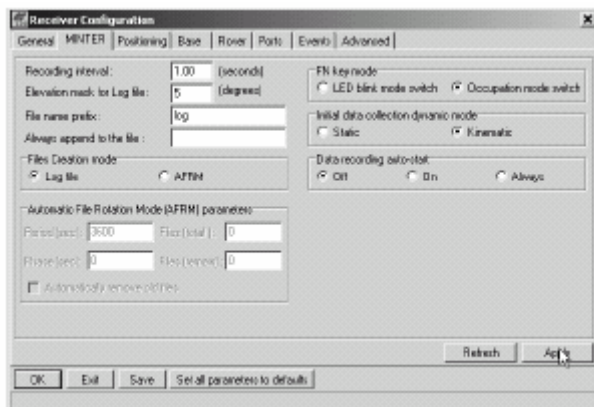

Figura 3-5. Configuración de la interfaz MINTER; equipo móvil
- En PC-CDU, haga clic en **Configuración►Receptor►MINTER** y configure el equipo móvil con los siguientes parámetros, haciendo clic en **Aplicar** al finalizar (Figura 3-5):